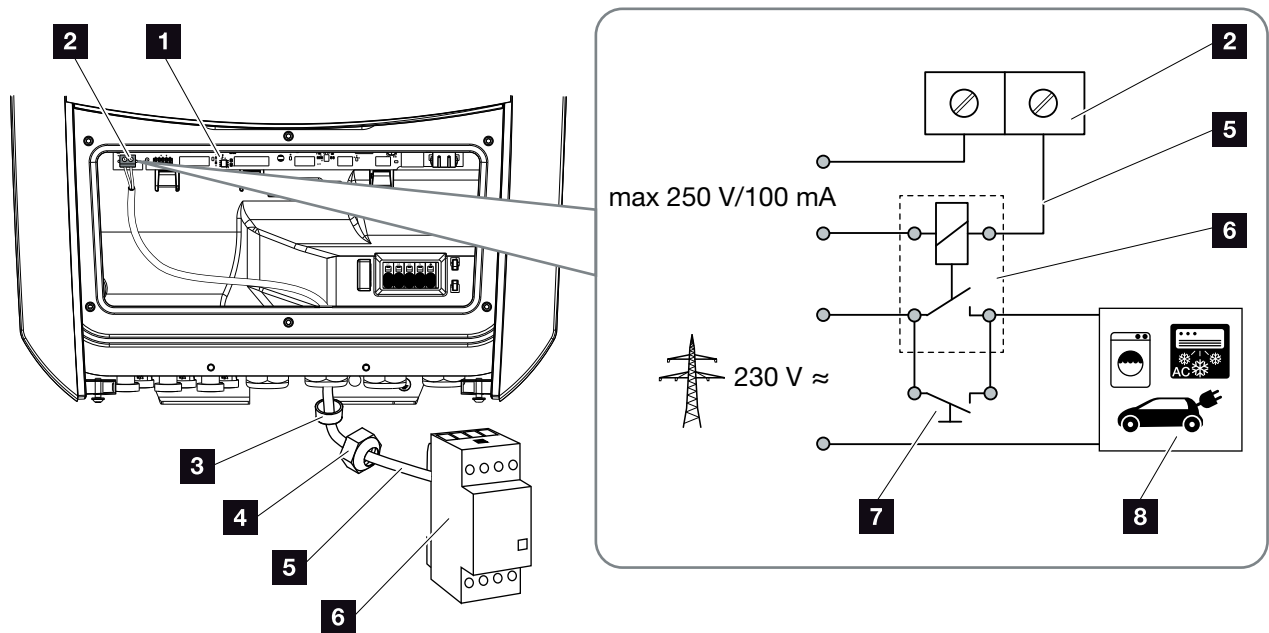

Fig. 65 : Raccordement électrique Contrôle de l'autoconsommation
2. Raccorder correctement le relais de charge à la borne de connexion pour le contrôle de l'auto-consommation sur la carte SCB (couple de serrage : 0,5 Nm). **Fig. 65 pos. 2**